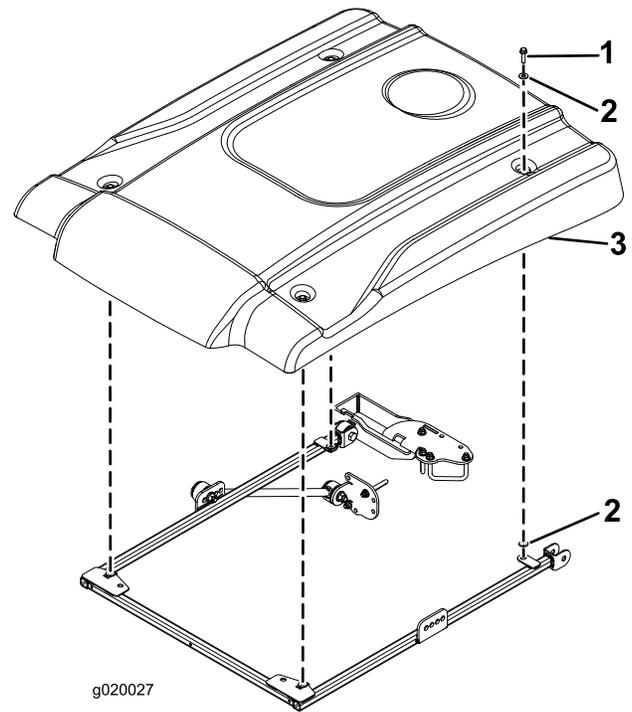

Bild 29
12. Positionieren Sie das Sonnendach beim Ausfluchten der Befestigungsöffnungen am Rahmen wie in Bild 29 abgebildet.
13. Befestigen Sie jede Ecke des Sonnendachs lose mit einer Bundkopfschraube (5/16" x 2¼") und zwei kleinen Scheiben am Rahmen (Bild 29). Legen Sie eine Scheibe an jeder Seite der Gummidichtung des Sonnendachs auf.